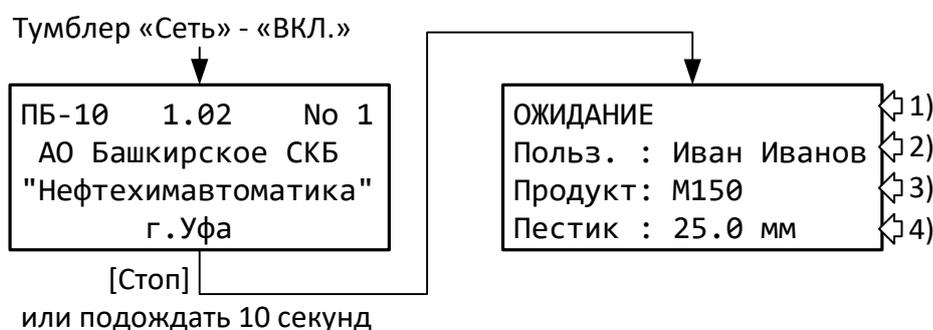

Рисунок 3 – Окно ожидания.
4.4.1 Включить аппарат и перейти в окно ожидания (рисунок 3).